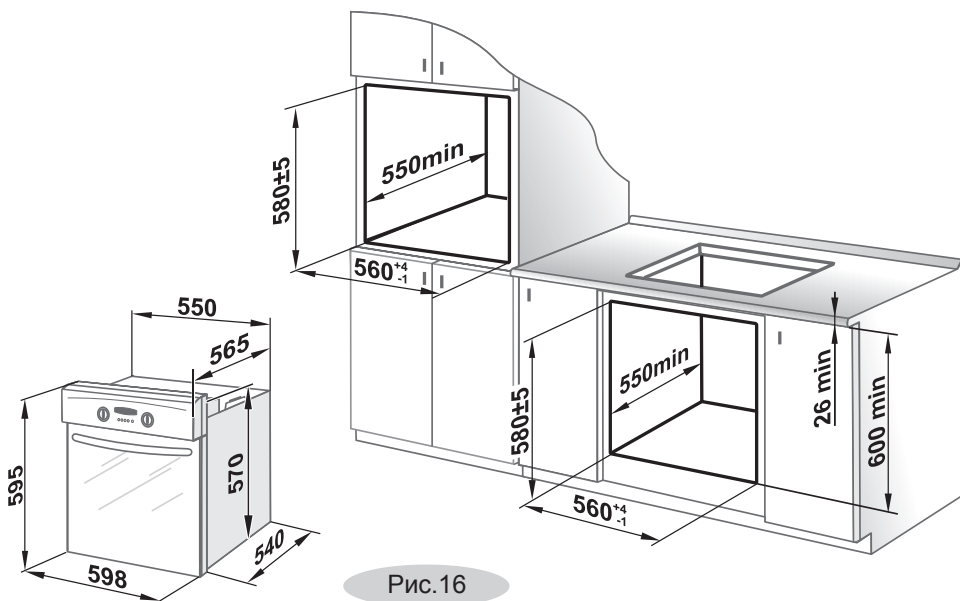

Рис.16
- Духовка встраивается в напольную тумбу или пенал кухонного гарнитура, в которых имеется ниша с размерами, указанными на рис.16 (задняя стенка гарнитура отсутствует).